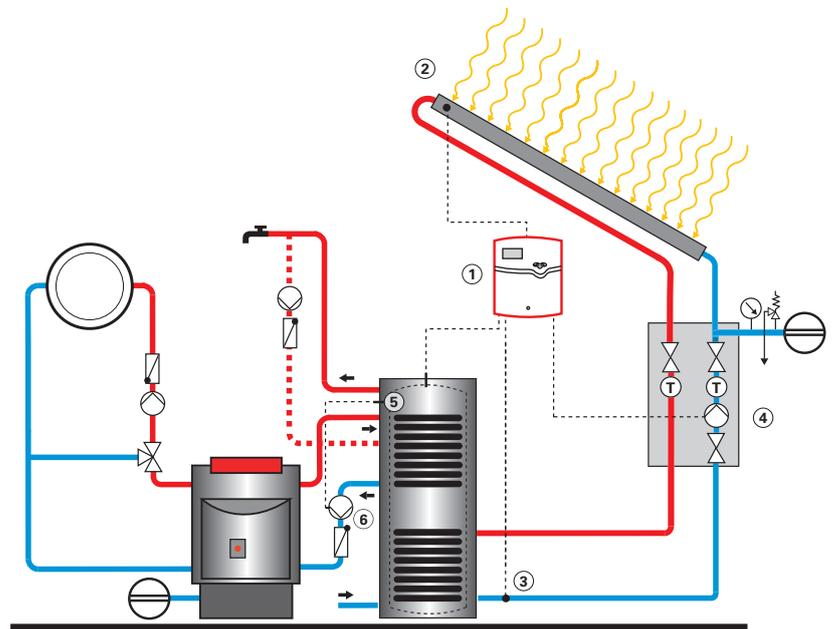

Fig. 32 : Production d'eau chaude sanitaire deux énergies avec des capteurs solaires et un préparateur d'eau chaude sanitaire deux énergies
Installation solaire dans le neuf (fig. 32)
Le préparateur d'eau chaude sanitaire B est, comme dans la figure 32, alimenté par la chaudière dès que la température de stockage est inférieure à la consigne réglée sur la sonde eau chaude sanitaire (5).
Le ballon mixte est, comme dans les figures 32 et 33, alimenté par la chaudière si la température de l'eau primaire est inférieure à la consigne de la sonde placée en haut du ballon (5).